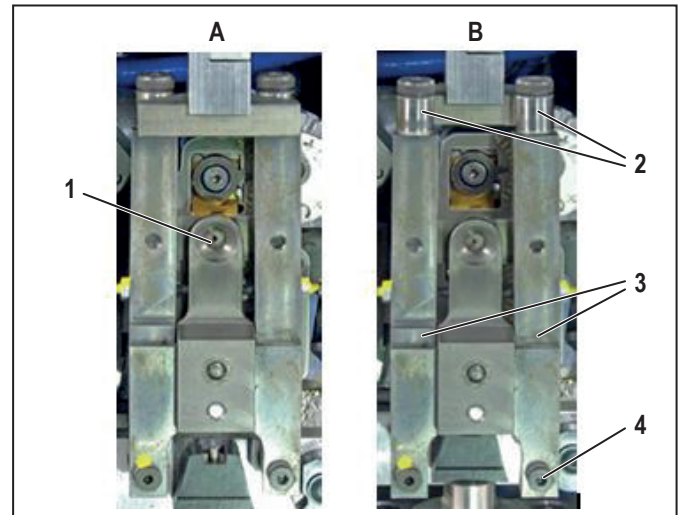

Ilustración 8.3 Unidad de fijación de cables trenzados en posición de servicio (A) y desplazada hacia delante (B)
- Tire de la unidad de fijación de cables trenzados hacia delante (Ilustración 8.3, B).
- Compruebe que los rodamientos (2) puedan moverse libremente. En caso necesario, lubrique los puntos de giro de los rodamientos.
- Aplique aceite en los puntos de rotación (4) de la unidad de fijación de cables trenzados.
- Asegúrese de que la unidad de fijación de cables trenzados se encuentre en la posición delantera (Ilustración 8.3, B).
- Retire el tornillo derecho inferior de la unidad de fijación de cables trenzados (Ilustración 8.3, 4).